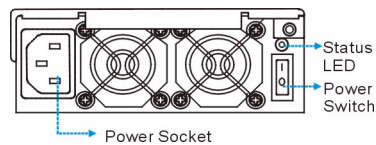
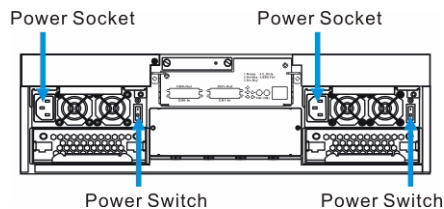

Figura 7.1 DVA-08E Módulo Controlador
Figura 7.2 DVA-08K/DVA-16K Módulo Controlador
1. Conecte los cables de alimentación proporcionados en las tomas de corriente situadas en la parte posterior del sistema (consulte la *Figura 7.1* y la *Figura 7.2*). Para el modelo DVA-08E es necesario un (1) cable de alimentación y para los modelos DVA-08K y DVA-16K son necesarios dos (2) cables de alimentación.
4. Encienda el subsistema conectando los dos interruptores de alimentación que se encuentran en el panel posterior de los módulos de la unidad de alimentación. Para conocer la ubicación de los interruptores de alimentación, consulte la *Figura 7.1* y la *Figura 7.2*.